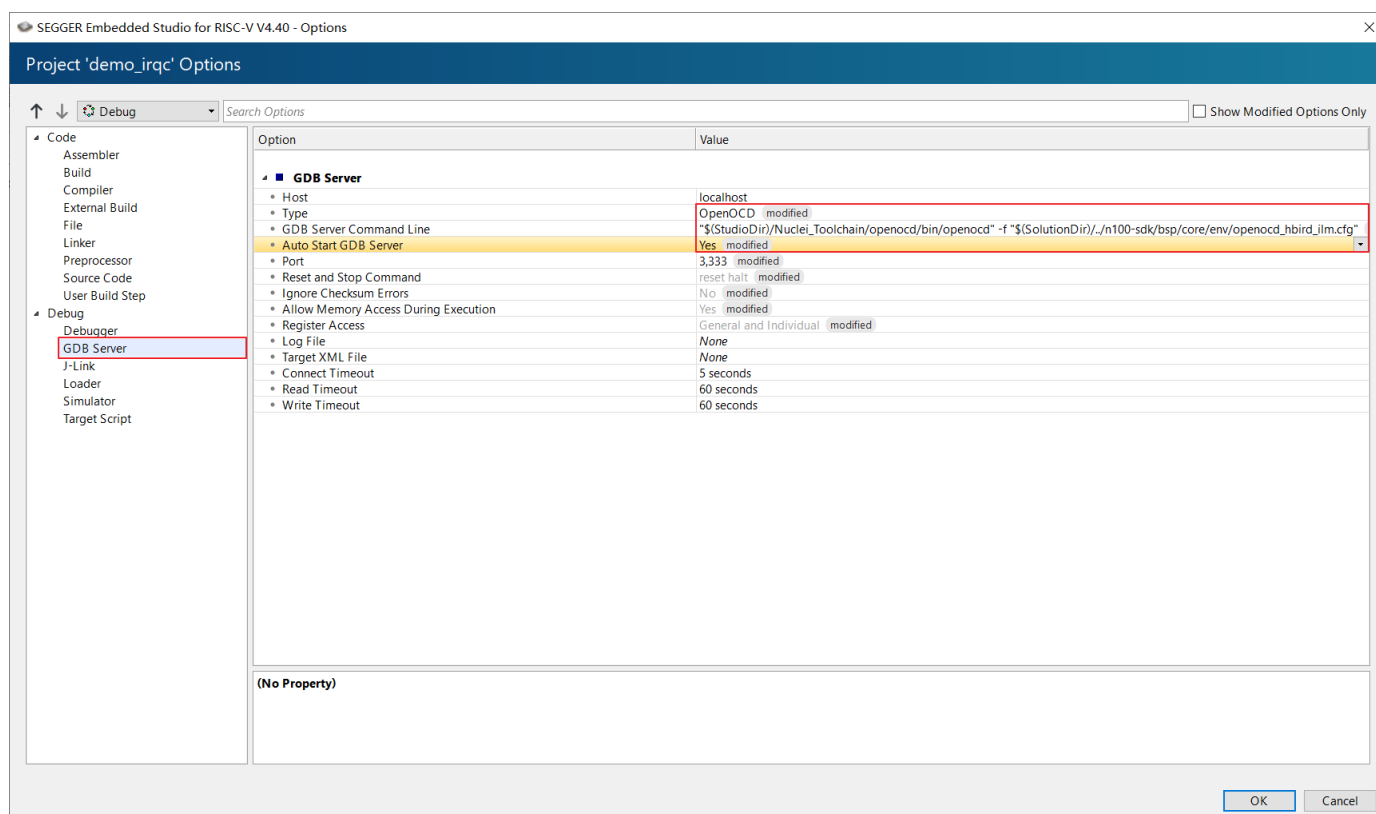

图 4-5 使用 OpenOCD 连接
■如图 4-5，在 GDB Server 选项下需要修改三个设置项目：